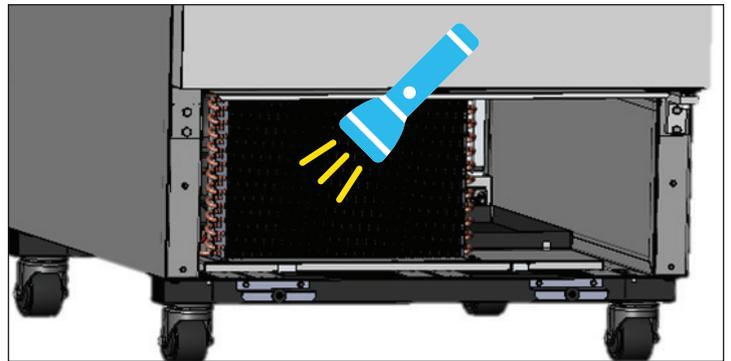

Fig. 4. Verifique que se hayan eliminado todos los bloqueos.
4. Una vez retirada la suciedad de la superficie del serpentín, use una linterna para verificar que pueda ver a través del serpentín y observe el giro del aspa del ventilador del condensador. Consulte la fig. 4.